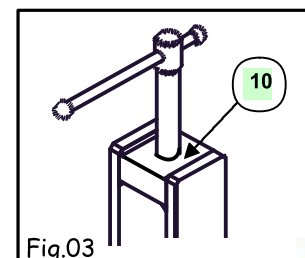

Fig.03
4)- Quel est le nom de l'usinage réalisé sur la pièce (10) ? (Fig.03)